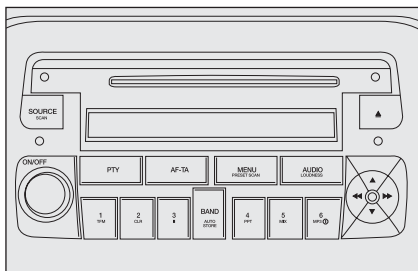

fig. 3
- ☐ con autorradio solicitada **fig. 3**;